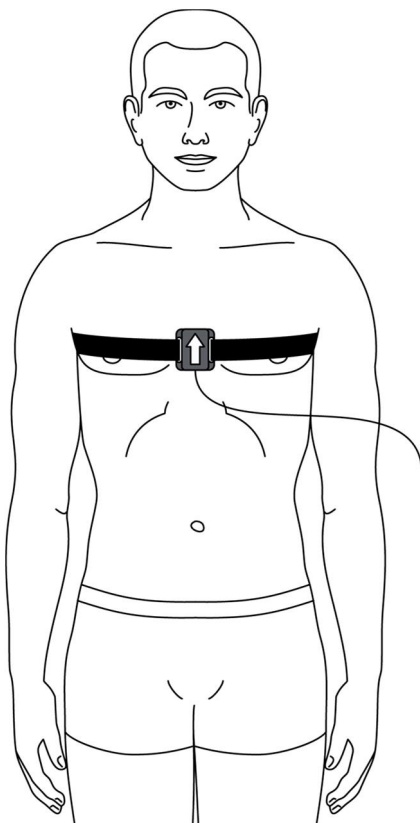

Рис. 40. Закрепление датчика положения тела с помощью ремня
- Датчик положения тела закрепите на ремне (чаще всего используют ремень датчика экскурсии грудной клетки) (рис. 40). Стрелка на датчике должна быть обращена вверх и кнаружи от пациента. Подключите датчик к блоку усилителя согласно монтажу.